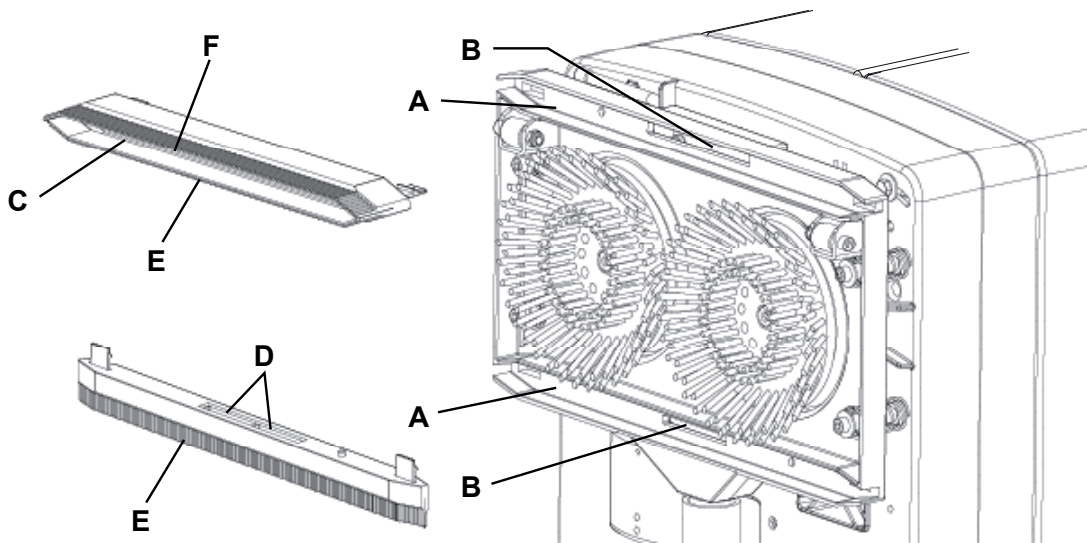

Figure 2
2. Vérifier que le câble d'alimentation (10) est branché au réseau électrique.
3. Pour avoir accès à la tête porte-brosses / embouchures, soulever la machine en utilisant le guidon (2).
4. Retirer les embouchures de la tête en appuyant sur les pinces d'accrochage (27).
5. Contrôler et nettoyer la tête porte-brosses / embouchures (9) ; nettoyer aussi les compartiments de convoyage (A, Fig. 2) et l'orifice d'aspiration (B) de la saleté et des déchets.
6. Laver et nettoyer l'embouchure. Nettoyer en particulier les compartiments de convoyage (C) et l'orifice d'aspiration (D) de la saleté et des déchets.
7. Contrôler que la lamelle (E) et la lamelle (F) soient en parfait état et ne présentent aucune coupure ou lacération, sans quoi remplacer l'embouchure.